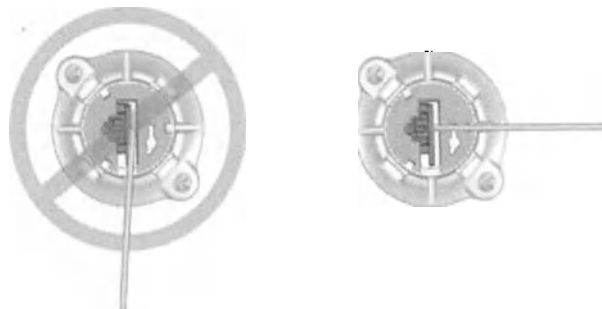

Рисунок 22. Размещение электрода для ГСМ в выходном отверстии для электрода
10. Осторожно разогните электрод для ГСМ и разместите его внутри одного из четырех выходных отверстий для электрода в основании крышки для трепанационного отверстия (Рисунок 22).